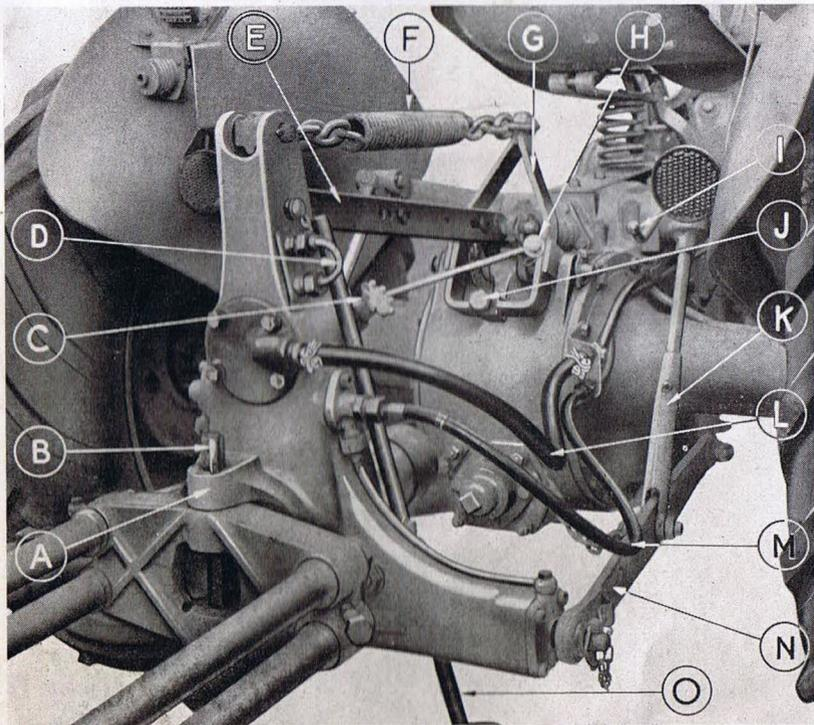

Fig. 7
En ce qui concerne la description de la tête de retournement, se reporter à la figure 7.
**Complètement et convenablement attelée, la charrue se présente comme illustré (fig. 7).**